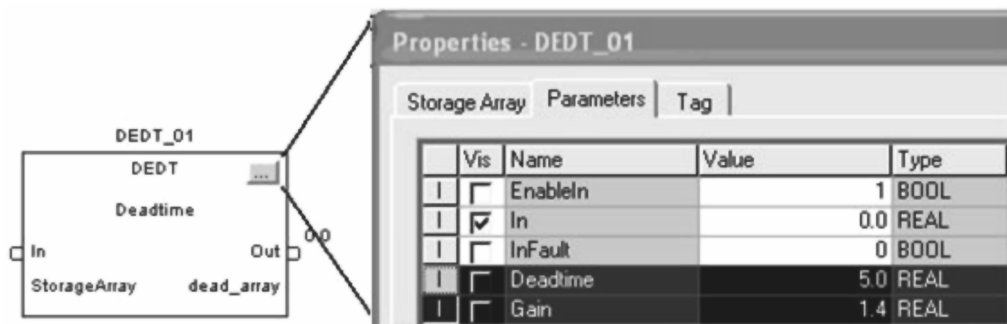

图 16-19 死区时间属性“对话框”
8. 打开“死区时间属性”（DeadTime Properties）对话框（双击省略号），选择“参数”（Parameters）选项卡，将“死区时间”（Deadtime）设为 5.0 秒，将“增益”（Gain）设为 1.4，如图 16-19 所示。